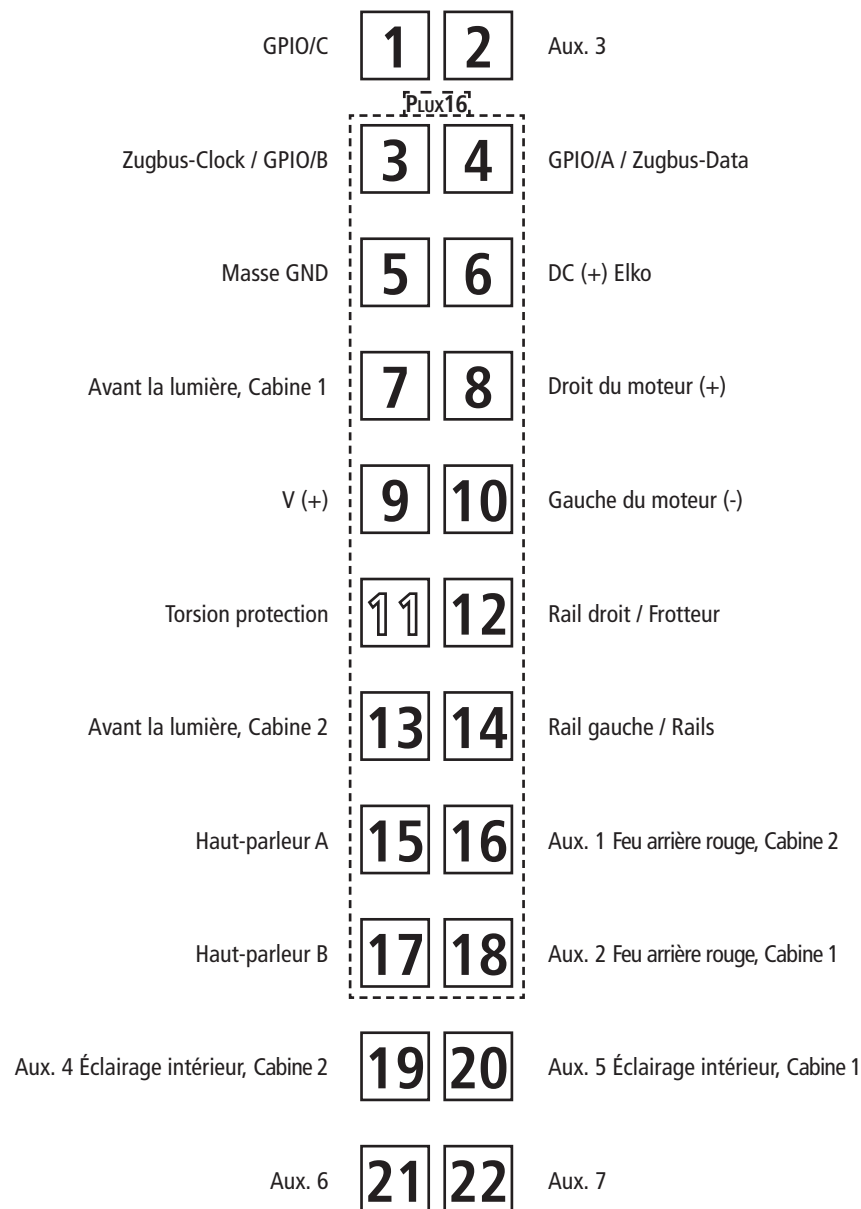
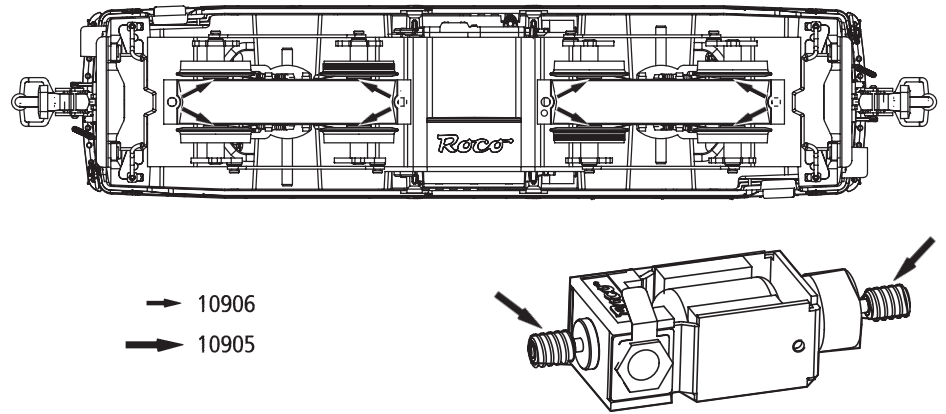

Fig. 5
Fig. 6
2. Haftreifenwechsel: Zuerst den Getriebedeckel sowie die Triebstangen abnehmen (Fig. 6). Danach den **Radsatz** herausnehmen und die **Haftreifen** mit einer Nadel od. mit einem feinen Schraubendreher abziehen (Fig. 5). Beim Aufziehen der neuen Haftreifen darauf achten, dass diese sich nicht verdrehen.
2. Change of traction tyre: Remove the gear cover as well as the driving rod (fig. 6). Take out **wheel set** and remove **traction tyre** using a pin or a fine screwdriver (fig. 5). When pressing on the new traction tyre please **avoid twisting it**.
2. Échange des bandages d'adhérence: Démontez d'abord **le couvercle du carter des engrenages** des engrenages ainsi que la tige de conduite (fig. 6). Délogez ensuite les essieux bandagés et enlevez, à l'aide d'une aiguille ou d'un tourne-vis fin, les bandages d'adhérence (fig. 5). Lors du montage des nouveaux bandages veuillez veiller à ce que les bandages **ne soient pas tor-dues**.